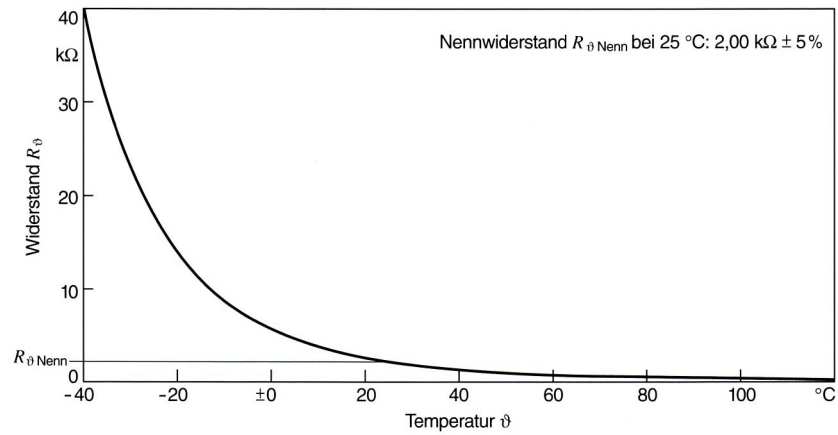

Fig. 4 Relatie weerstandswaarde en temperatuur van de temperatuursensor (Bosch)
- 2) Kunt u ook met behulp van de grafiek de temperatuur aflezen van de luchtstroom? Zie fig. 4